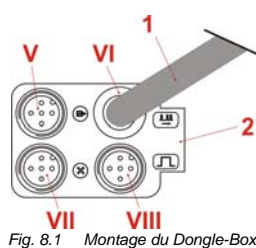
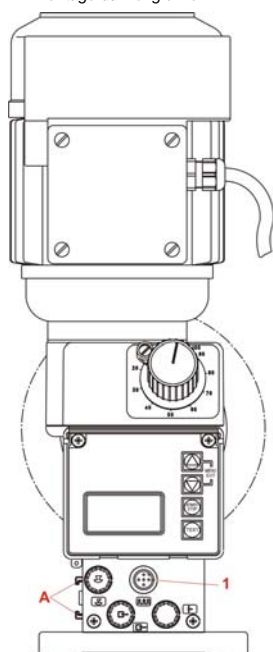

Fig. 8.1 Montage du Dongle-Box
Fig. 8.2 Montage du Dongle-Box 1
- ✘ Monter le Dongle-Box (fig. 8.1) sur la glissière de la pompe prévue à cet effet (fig. 8.2, pos. A):
- ✘ Pousser le module de protection sous boîtier (fig. 8.1) dans la glissière sur le côté gauche de la pompe (fig. 8.2, pos. A) jusqu'à ce qu'il s'enclenche.
- ✘ Raccorder le câble de liaison (fig. 8.1, pos. 3 et 8.3, pos. 2) sur l'entrée d'impulsion/du signal normalisé (fig. 8.2, pos. 1).
Si, avant l'extension par un Dongle- Box, un connecteur est enfiché sur l'entrée d'impulsion / du signal normalisé (voir la fig. 8.2, pos. 1), celui-ci peut être connecté après l'extension au connecteur VIII (voir la fig. 8.1, pos. VIII) du Dongle- Box.